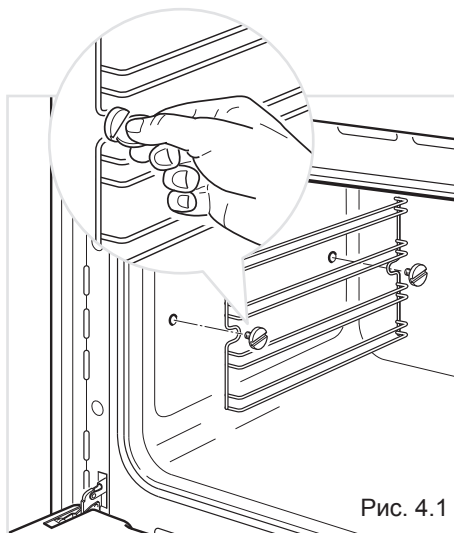

Рис. 4.1
- Установите проволочные решетки-держатели на стенках духового шкафа с помощью 2 винтов (Рис. 4.1).
держатели к стенке духовки (Рис. 4.1).